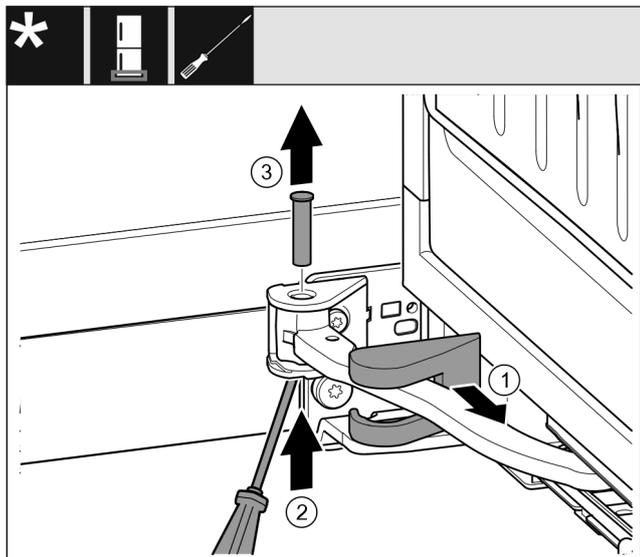

Fig. 16
- ▶ Снимите крышку опорного кронштейна Fig. 16 (1) и переместите вдоль шарнира.
- ▶ Отверткой приподнимите палец Fig. 16 (2) снизу.
- ▶ Извлеките палец Fig. 16 (3) сверху.